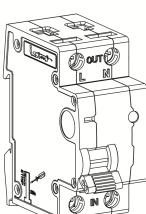

Рис. 1. УСТРОЙСТВО
- 3.1. УСТРОЙСТВО (Рис.1) является неразборным, содержит корпус с винтовыми зажимами входа и выхода линий фазы и нейтрали, внутри корпуса – плата управления и срабатывающий по ее команде механизм свободного расцепления входного и выходного контактов фазной линии. Входной и выходной контакты нейтрали соединены.